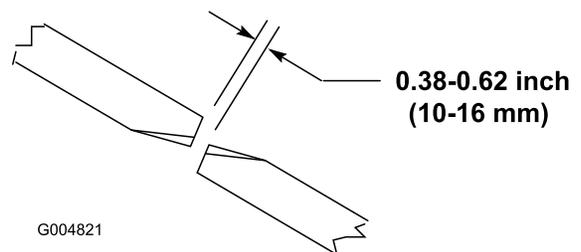

Figura 24
Para asegurar la correcta operación de la unidad de corte, debe haber una holgura de 10–16 mm entre los extremos de las cuchillas de la unidad de corte central y las unidades de corte laterales (Figura 24).
2. Gire una cuchilla de la unidad de corte central y una cuchilla de la unidad lateral de manera que las puntas estén alineadas. Mida la distancia entre las puntas de las cuchillas, que debe ser de aproximadamente 10–16 mm (Figura 24).